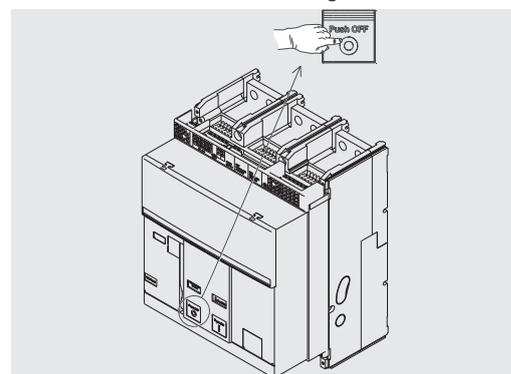

Figura 23
6. Apertura - Apretar el pulsador de apertura "O - Push OFF" como se indica en Figura 23.